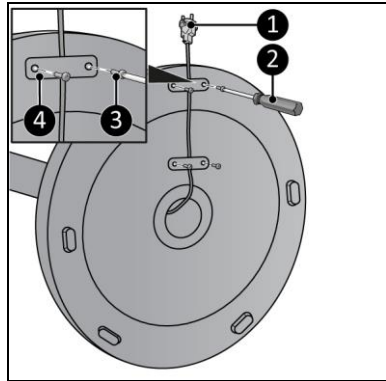

Figure 8
9. Fixez le cordon d'alimentation (figure 8, pos. 1) au socle avec les deux raccords en plastique (figure 8, pos. 4), 4 vis (figure 8, pos. 3) et un tournevis cruciforme (figure 8, pos. 2).